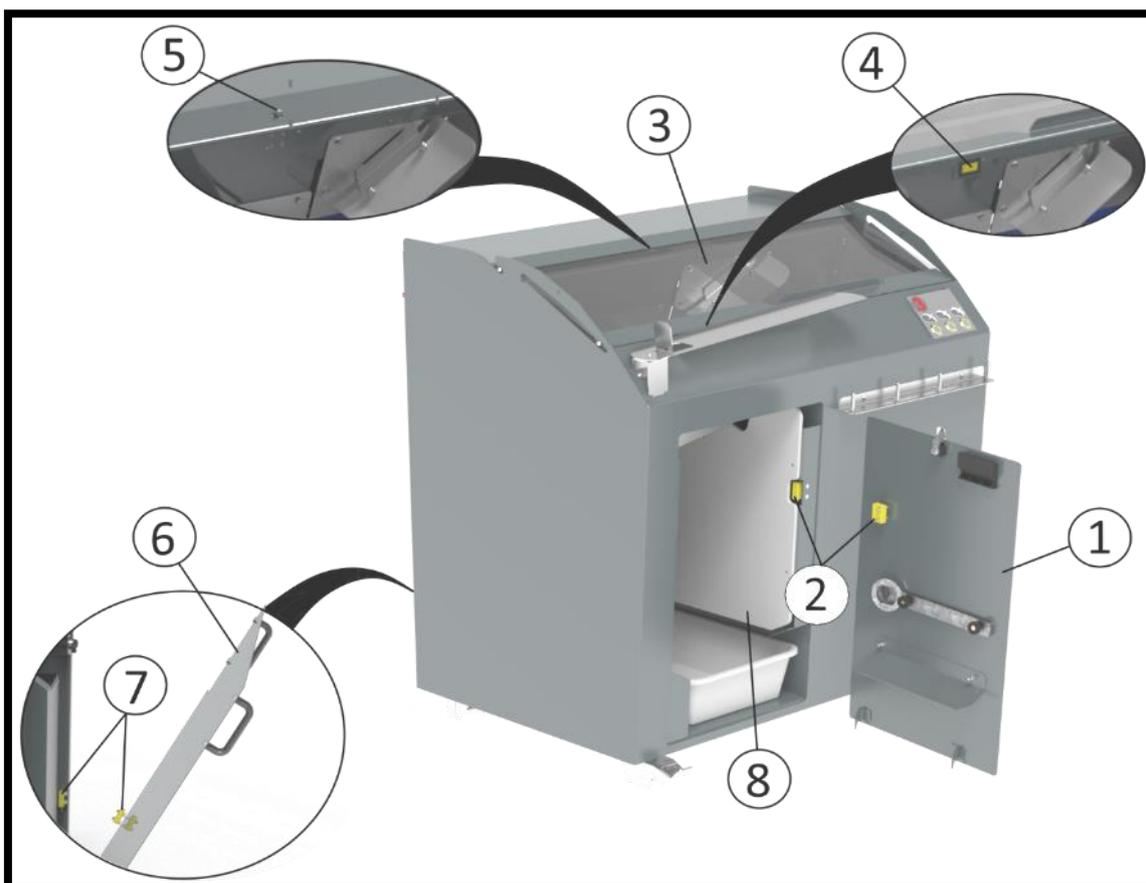

Рис. 10
Ссылаясь на **Рис. 10** в этом руководстве перечислены защитные устройства оборудования:
1. Откройте передний картер **из.1 (Рис. 10)** во время работы оборудования. Работа оборудования должна немедленно прекратиться. Время открытия оператором защитного устройства (до момента его доступа к опасным механизмам) не должно превышать времени останова оборудования.
2. При откреплённом переднем картере **из. 1 (Рис. 10)** попробуйте осуществить запуск оборудования. Оборудование не работает.
3. Проверьте, чтобы микровыключатель **из.2 (Рис. 10)** был плотно прикреплён к картеру и что во время работы насадок оператору невозможно открепить его.
4. Снимите задний картер **из.6 (Рис. 10)** и попробуйте осуществить запуск оборудования. Оборудование не работает.
5. Откройте верхнюю сдвижную дверцу **из. 3 (Рис. 10)** и попробуйте осуществить запуск оборудования. Оборудование не работает.
6. Осуществите запуск цикла нарезки во время работы оборудования и попробуйте открыть верхнюю сдвижную дверцу **из. 3 (Рис. 10)**. Верхняя сдвижная дверца должна оставаться открытой.